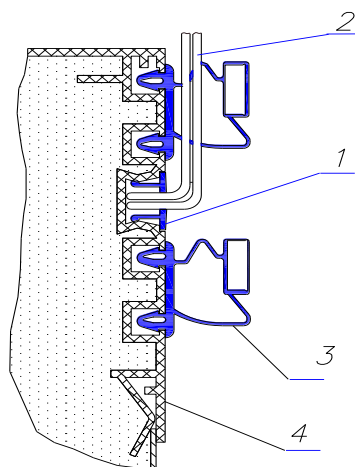
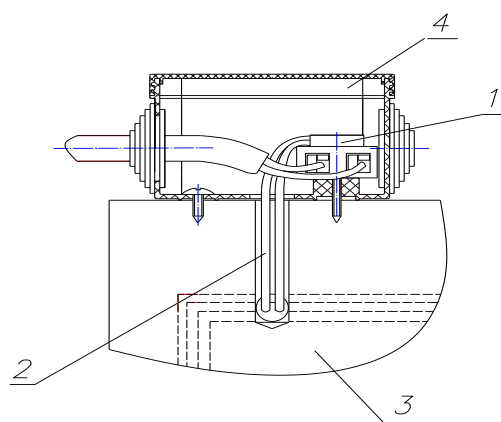
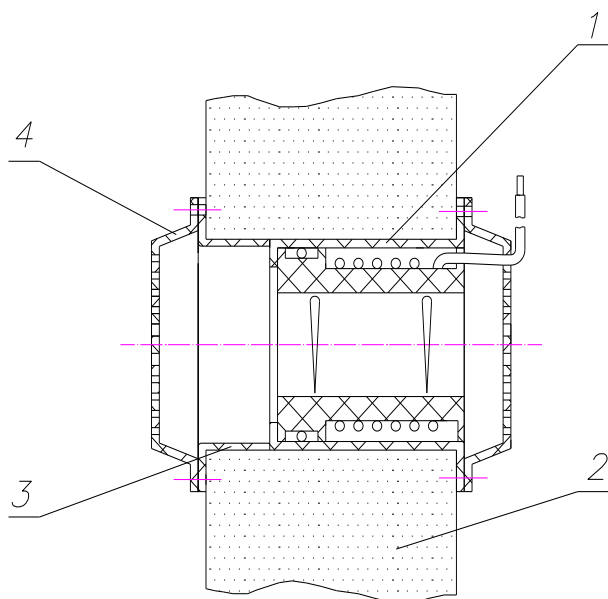

Рис.4 Установка ПЭНа двери
Рис.5 Подключение ПЭНа двери
Рис.6 Установка клапана компенсационного
При монтаже камер типа КХН необходимо установить ПЭН (провод электронагревательный) двери (рис.4, рис.5) и компенсационный клапан (рис.6), которые поставляются по дополнительному заказу.
- снять профиль поз.1 (рис.4), уложить ПЭН в паз профиля двери (поз.4), вывести провода через отверстия, выполненные в профиле поз.1 и мягкой вставке поз.3, и подсоединить к клеммнику коробки распределительной поз.4 (рис.5)
При установке компенсационного клапана в боковой панели просверлить отверстие  $\varnothing$  65 мм. Установку производить в соответствии с рис.6.